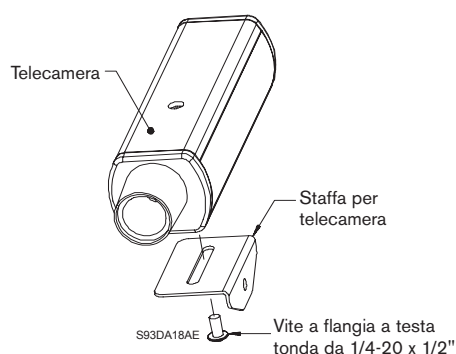

Figura 10: Staffa per telecamera
2. Fissare la telecamera alla staffa utilizzando una vite a flangia a testa tonda da 1/4-20 x 1/2". Vedere Figura 10 e 11.